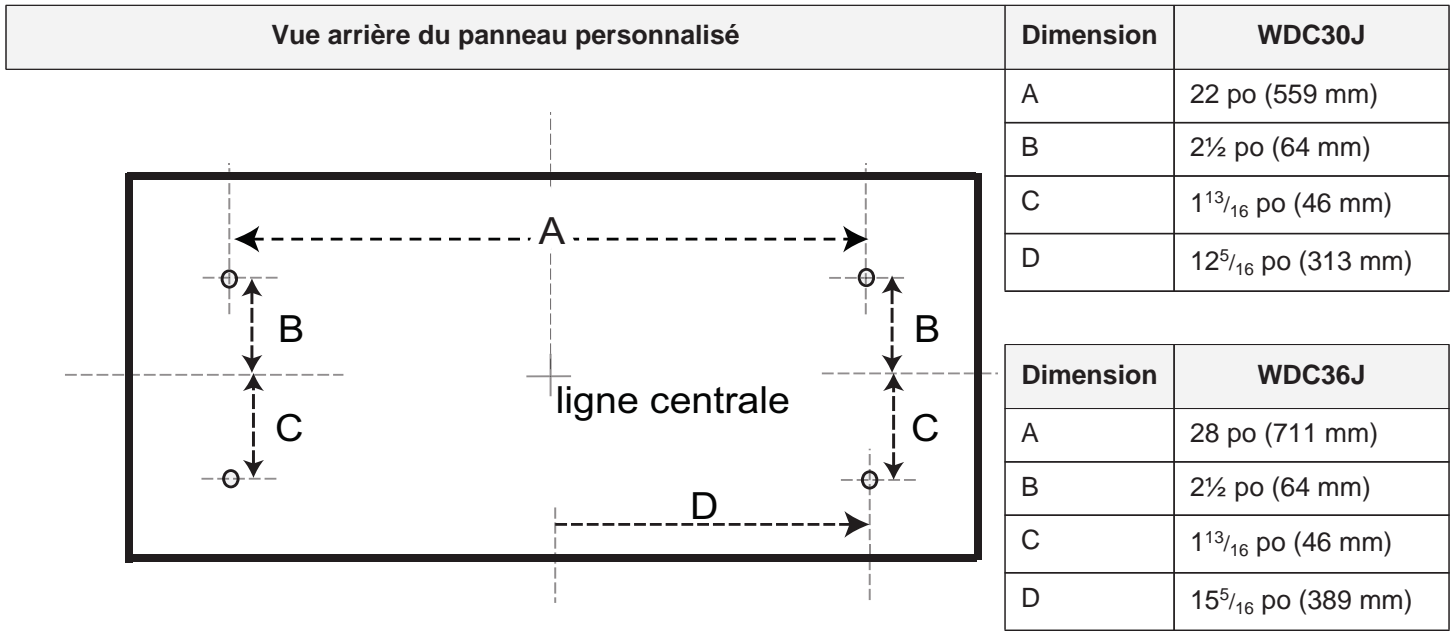
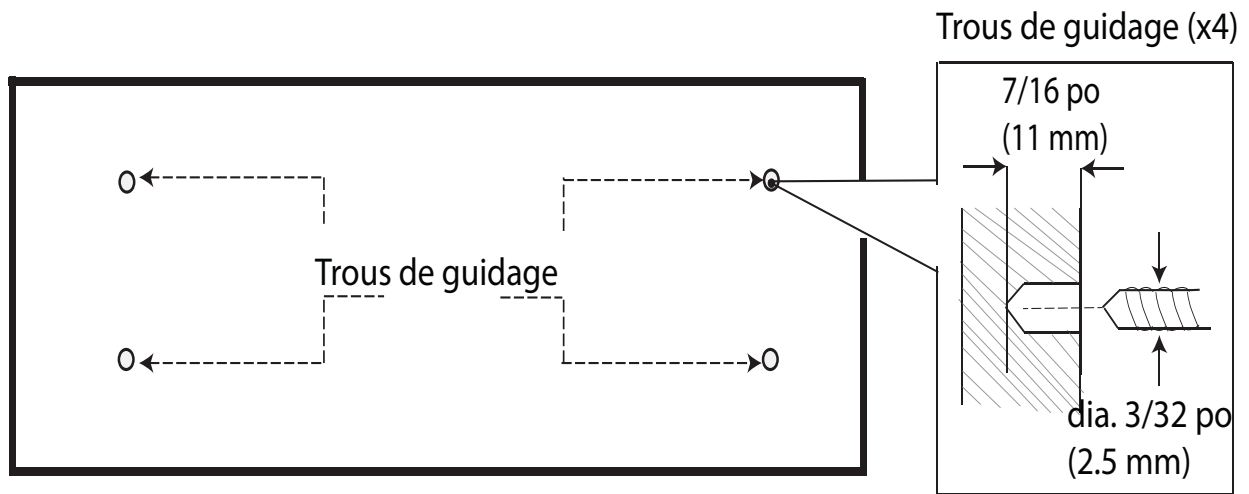

Figure 7 : Dimension des trous de guidage
Figure 8 : Perçage des trous de guidage
1. Marquez les trous de guidage sur le côté arrière du panneau selon les dimensions indiquées à la *Figure 7 de la page 10*.
2. Percez les trous de guidage avec une mèche de 3/32 po (2,5 mm). **Prenez garde de ne pas faire un trou qui transperce totalement le panneau.** La profondeur des trous de guidage ne doit être que de 7/16 po (11 mm). *Consultez la Figure 8 de la page 10.*
1. À l'arrière du panneau avant sur mesure, marquez les emplacements des trous de guidage selon les spécifications apparaissant aux *Figure 7* et *Figure 8*.
3. Avec les brides orientées dans la direction opposée au panneau avant sur mesure, vissez le panneau en acier inoxydable fourni à l'arrière du panneau avant sur mesure à l'aide de quatre (4) vis de 1/2 po (12,7 mm). Ne serrez pas trop.